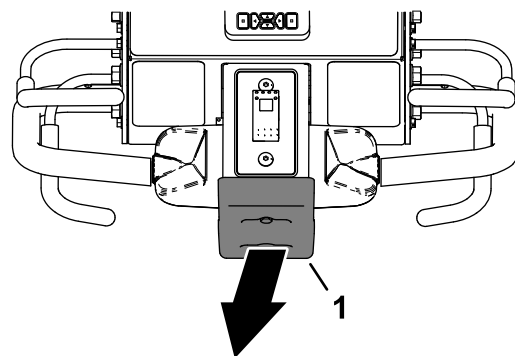

Figura 92
- Aléjelo del interruptor de parada de emergencia (Figura 92)